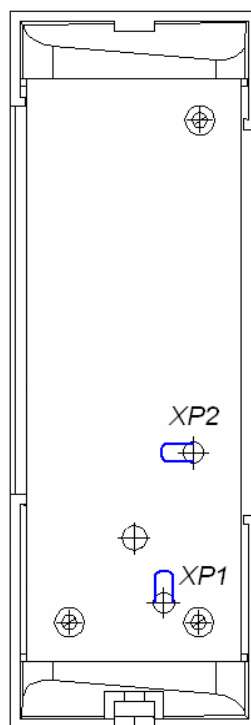

Рисунок 2 Расположение перемычки «номер считывателя» (XP2) и перемычки «отключение концевого резистора» (XP1)
Кроме того, на тыльной стороне блока индикации расположены две перемычки проводом (см. рисунок 2):
5. При необходимости изменить номер блока индикации перекусите кусачками перемычку «номер считывателя» (XP2). Расположение перемычки указано на рис. 2.